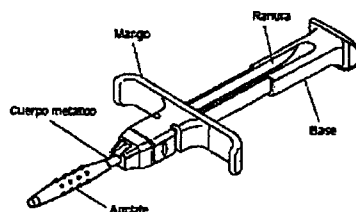

Figura 5. Dispensador del anclaje con el anclaje.
5. Localice el dispensador del anclaje con un anclaje precargado (Figura 5).